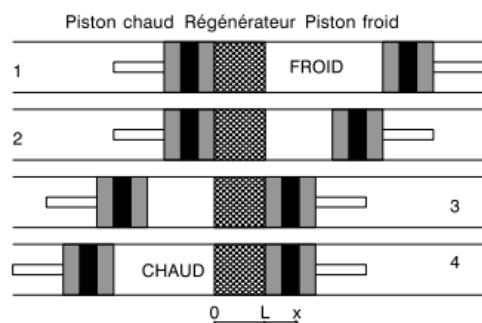

FIGURE 4 – Déplacement des pistons et régénérateur du moteur de Stirling.
**Introduction** Le moteur de Stirling est constitué de deux chambres, l'une chaude et l'autre froide, reliées par un régénérateur de volume constant pouvant être constitué de fils de cuivre tressés (voir figure 4). Le gaz, en circuit fermé, reçoit un transfert thermique d'une source chaude et cède un transfert thermique à la source froide. Le rôle du régénérateur, base de l'invention de Stirling, est fondamental pour obtenir une bonne efficacité. Dans son brevet original de 1816, Stirling explique que le gaz chaud entre dans la partie chaude du régénérateur et est progressivement refroidi durant son parcours pour ressortir par l'autre extrémité à une température presque identique à la température de la source froide. Dans le parcours inverse, le gaz est progressivement réchauffé. Cette astuce technologique permet d'avoir une partie des échanges thermiques internes au moteur.